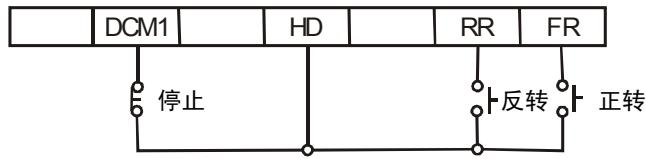

图 6-4 运转信号保持电路
- (1) 用按钮式开关等瞬时接点进行运转和停止时, 请按图 6-4 所示那样配线, 然后设置功能代码 (多功能输入端子相关代码以及 F1101=2)。